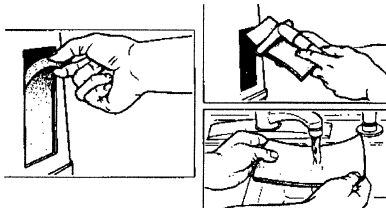

ABBILDUNG 2 - REINIGUNG DER GEHÄUSEFILTER
1. Nehmen Sie den Filter heraus und reinigen Sie ihn **MINDESTENS EINMAL PRO WOCHE** in Abhängigkeit von den Umgebungsbedingungen (**ABBILDUNG 2**).
2. Reinigen Sie die Gehäusefilter mit einem Staubsauger, waschen Sie sie mit warmem Seifenwasser aus und spülen Sie sie gründlich aus (**ABBILDUNG 2**).